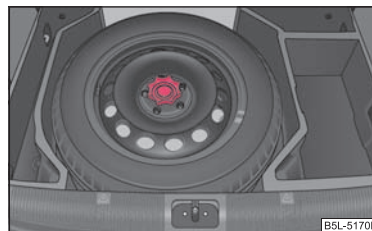

Fig. 175 Portbagajul: Roata de rezervă
Roata de rezervă este amplasată în zona de sub podeaua variabilă* din portbagaj și este fixată cu un șurub special ⇒ fig. 175.
- Depozitați și fixați roata defectă în locașul roții de rezervă, cu șurubul special ⇒ pagina 224, fig. 175.